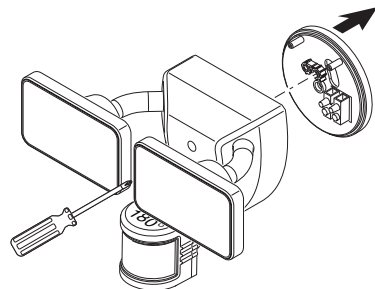

Figure 1
1. Sur le devant du luminaire, dévissez le grand boulon de montage qui fixe le luminaire à la plaque de montage, puis retirez la plaque de montage (voir la Figure 1). Le boulon de montage est conçu pour demeurer dans le luminaire.